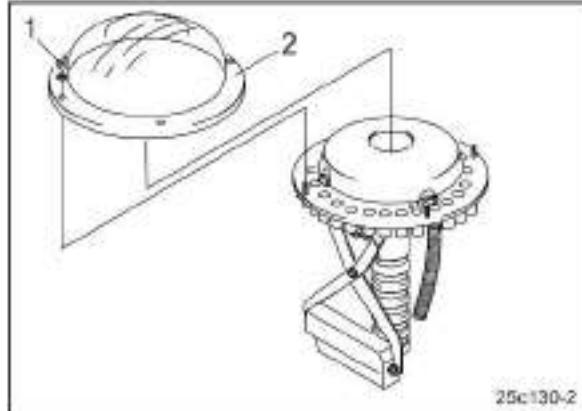

Рис. 112
4. Открутите барабановые гайки (Рис. 112/1) и снимите с распределительной головки прозрачную пластиковую крышку (Рис. 112/2).
6. Установите пластиковую крышку (Рис. 112/2).
7. Закрепите пластиковую крышку при помощи барабановых гаек (Рис. 112/1).